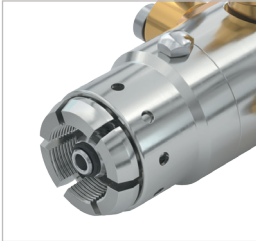

Abbildung 1
- Der WEH® Adapter TW57 mit Entlüftungsbohrungen in der Hülse (*Abbildung 1*) leitet das Gas bei einem ungewollten Gasaustritt aus dem Flaschenventil seitlich ab und verhindert so einen Druckaufbau im Gerät.